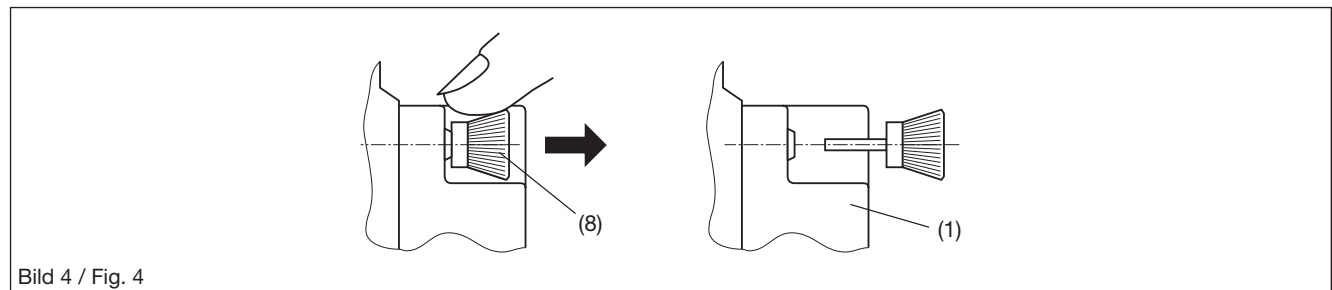

Bild 4 / Fig. 4
Zum Demontieren den gerändelten Kopf (8) der Kunststoff-Spreiznieten mit den Fingern herausziehen (Bild 4). Das Erweiterungs-Modul (1) lässt sich jetzt abnehmen.
Pour le démontage, extraire avec les doigts la tête moletée (8) des rivets expansibles en matière plastique (Figure 4). Vous pouvez alors extraire le module d'extension (1).
For disassembly, pull out the knurled head (8) of the plastic rivets with your fingers (Fig. 4). The expansion module (1) may now be taken off.